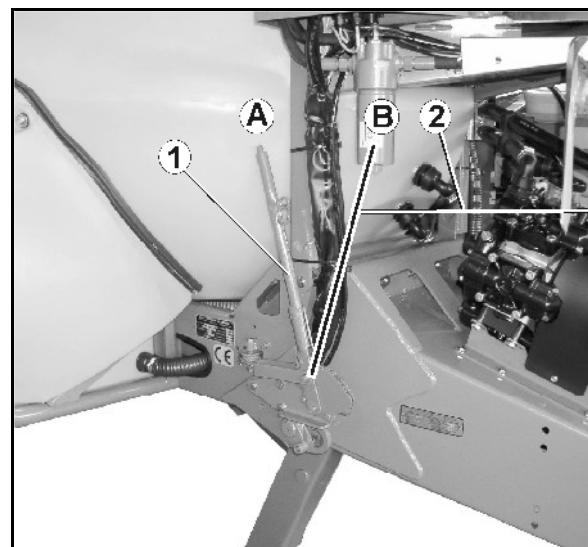

Fig. 32
- Parkeringsbrems (Fig. 32/1)
- Løsnet (Fig. 32/A)
- Aktivert (Fig. 32/B)
- Vaier (Fig. 32/2)